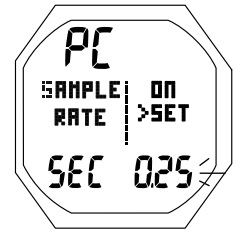

Fig. 143 - RÉGLAGE DU TAUX D'ÉCHANTILLONNAGE (TECH FREE uniquement)
**RÉGLAGE DU TAUX D'ÉCHANTILLONNAGE (SAMPLING RATE) EN MODE TECH FREE uniquement** : paramètres affichés (Fig. 143)